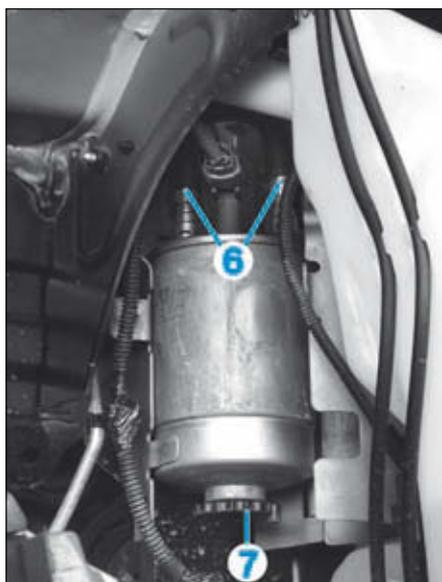

FIG.45
- Débrancher les durits de carburant (6) (Fig.45) et placer des bouchons de propreté à leurs extrémités.
- Ouvrir la vis de vidange (7) (Fig.45).